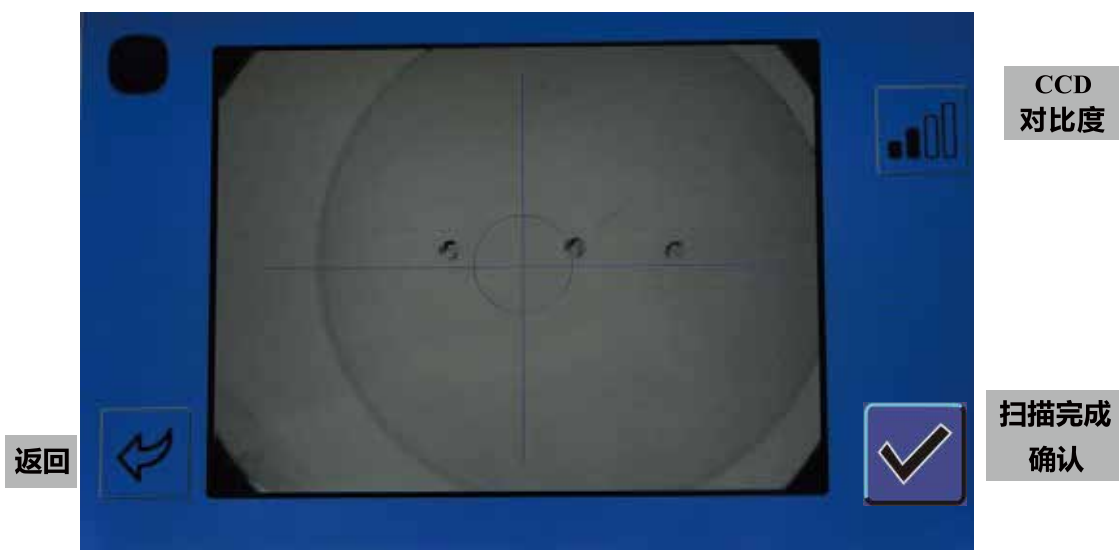

图 2-4
- A. 点击主界面按钮，进入镜片模板扫描界面；B. 使用焦度计对镜片模板进行打点；C. 取下镜片模板，放入镜片载物台，模板凸面朝下，凹面朝上；D. 模板上的三个点与蓝色十字架水平线重合，如图 2-4；